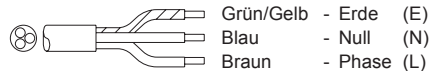

Abb. 2.
- (Abb. 2.) 1. Phase/Null bei 220V-240V mit Steckeranschluß.
- (Abb. 2.) 1. Phase/Null (3 adriges Kabel).
Bei Abb. 2 gelten folgende Anmerkungen:
Das 3-adrige Netzkabel (Abb. 2) hat den folgenden Adercode: